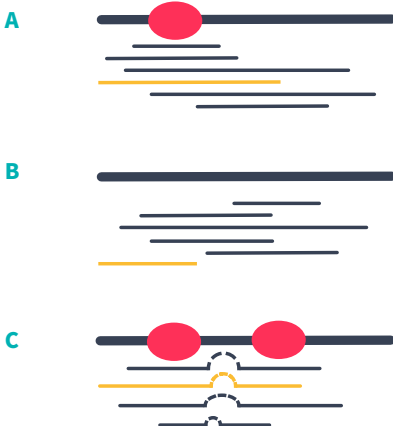

図1 DNAライブラリーのオプション。
図1: (A) 大腸菌からほぼ同質に精製されたMLL4 CDHコンストラクトのSDS-PAGEゲル(B) 2.2Åの解像度でのMLL4の構造 (PDBエントリー: 4Z4P) C末端6xHisタグは黄色で表示。タグを外そうとすると、結晶化しない活性タンパク質が生成された。補因子産物のS-アデノシル-L-ホモシステインはスティックモデルで、単一配位されたZn²⁺イオンは球体で表現。MLL1の構造から推測される、基質結合チャンネルはグレーで表示。